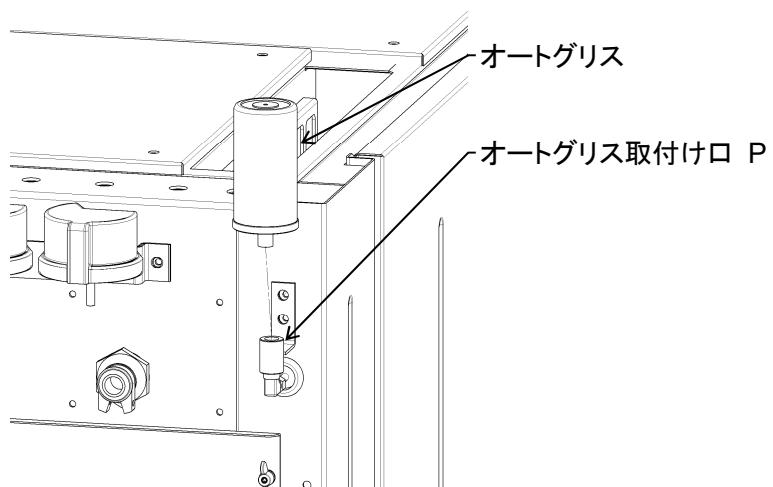

図 5-5
- 付属品のオートグリスをオートグリス取付け口 P に取り付けます。(図5-5)